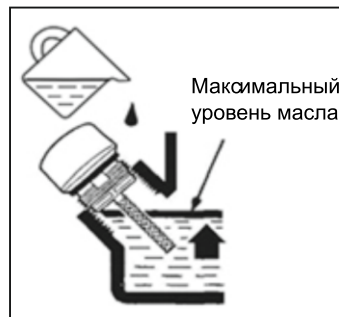

Рис. 20
6. Установите снегоборочную машину на горизонтальной поверхности и залейте новое моторное масло рекомендованное производителем до нижней кромки маслозаливной горловины (рис. 20);